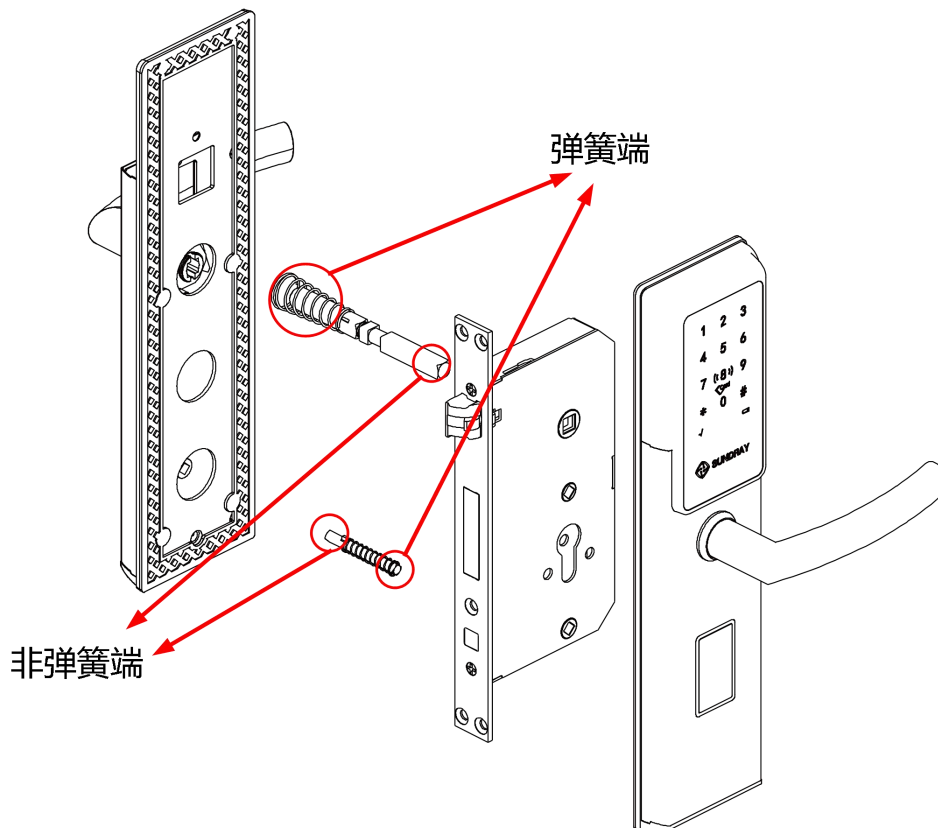

图 3-7 两个方轴安装方向示意
- 1) 前板方轴、后板方轴安装时必须保证**弹簧端**接入前、后面板组件，**非弹簧端**接入锁体；而拧手方轴要保证**弹簧端**接入锁体，**非弹簧端**接入前、后面板组件；如图 3-7。